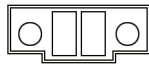

Abb. 16. Leiste für den Anschluss mit Hilfskontakt des manuellen Bypass-Kastens -Umrichter-Abschaltung.
- Das SLC TWIN verfügt über eine Signalleiste, über die der Stoppbefehl des Umrichters der USV beim Schließen des Stromkreises aktiviert werden kann. Dieser normalerweise offene Kontakt ist für den Anschluss mit einem Schalter oder einem externen manuellen Bypass-Trennschalter vorgesehen. (Siehe Abb. 16).